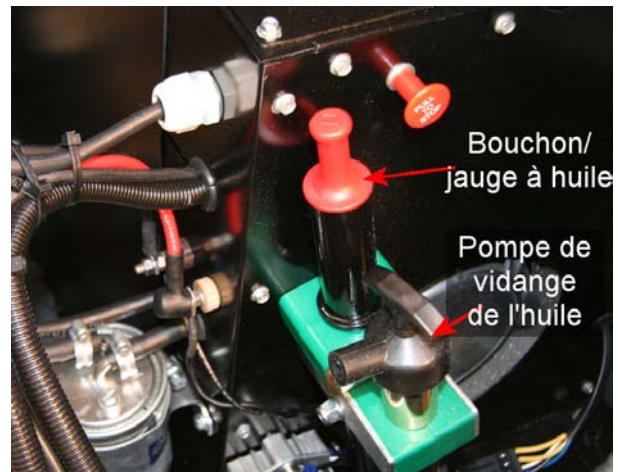

Fig. 2-1 Bouchon / jauge d'huile et pompe
4. Retirer la jauge (fig. 2-1) et attendre quelques instants que le niveau d'huile se stabilise.
4. Retirer le bouchon de remplissage / jauge (fig. 2-1)